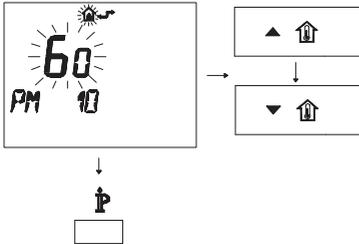

Figura 5.58
- Para modificar el punto de consigna programado, use los botones ▲⏮ o ▼⏮ y espere a que el número programado comience a parpadear (Figura 5.58).